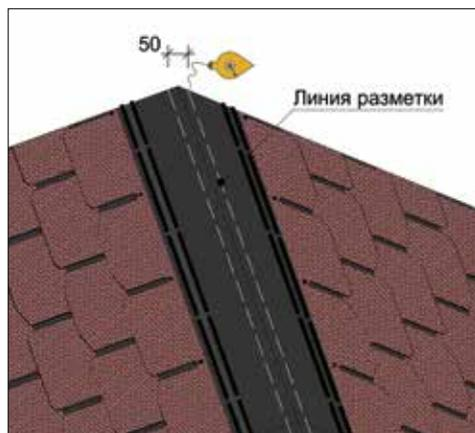

Рис. 5 Разметка скатов.
3.3.1 С помощью мелованного шнура на двух скатах, образующих конёк, отметьте по одной линии параллельно коньку на каждом из скатов. Расстояние между линиями по горизонтали должно составлять 50 мм (Рис. 5).